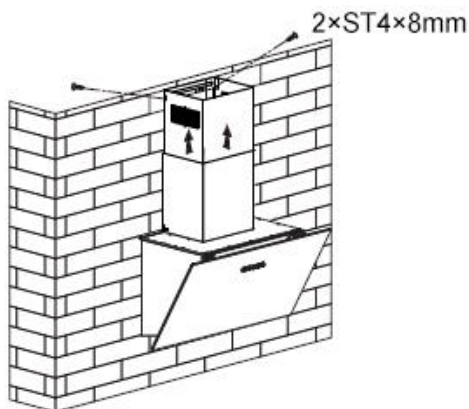

Bild 7
- Verlängern Sie den Innenschornstein bis zur Halterung und befestigen Sie ihn dann mit zwei ST4x8mm Schrauben. Verlegen Sie das Expansionsrohr ins Freie. Siehe Bild 7.